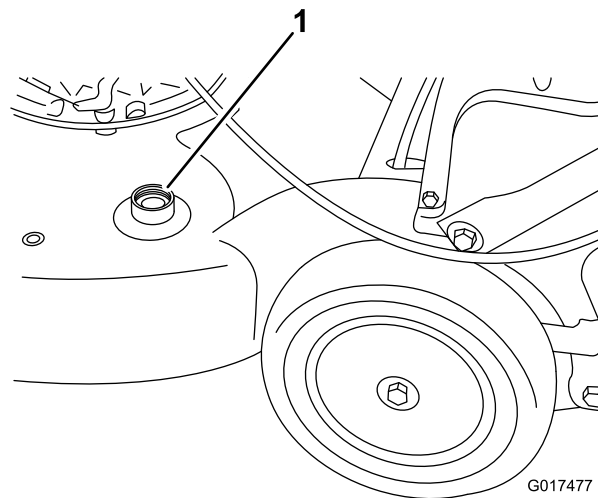

Figura 37
3. Conecte una manguera de jardín que esté conectada a un grifo al orificio de lavado de la carcasa de la máquina (Figura 37).